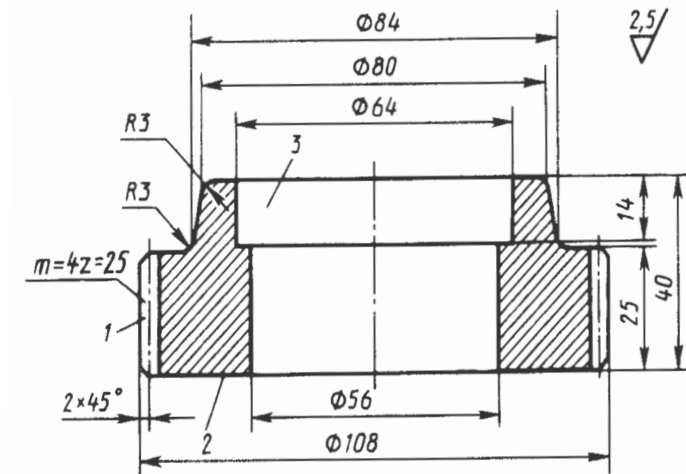

Рис. 28
2. Разработайте процесс изготовления поковки детали (рис. 28) методом горячей объемной штамповки на кривошипном горячештамповочном прессе. При выполнении работы следует описать сущность процесса горячей объемной штамповки и указать области ее применения; привести схему пресса и описать его работу; установить температурный интервал штамповки и способ нагрева заготовки; составить чертеж поковки и определить ее массу; с учетом технологических отходов определить объем, массу и длину исходной заготовки; выбрать переходы штамповки и привести эскиз инструмента;